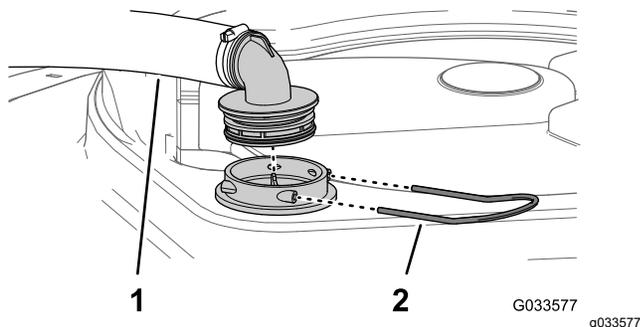

图 58
2. 在打药机药缸的顶部拆下固定从过滤器外壳连接至大软管的软管接头的卡环 图 58。
3. 从过滤器外壳上拆下软管和软管接头 图 58。